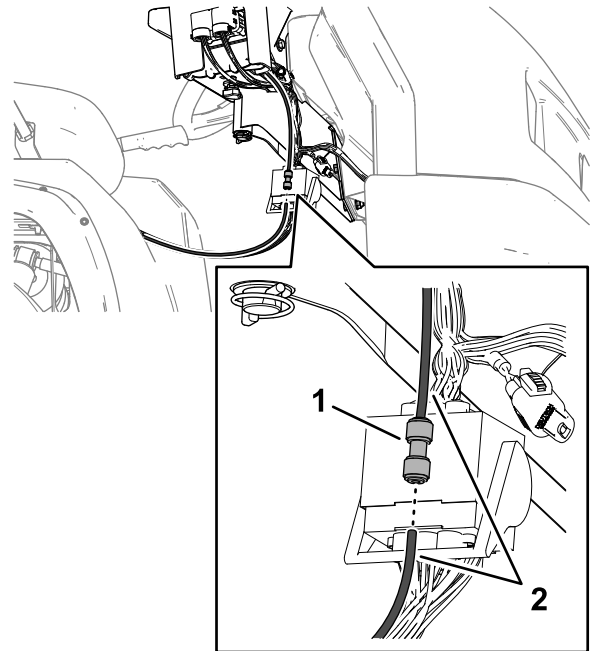

Figura 97
1. Introduceți tubul de detecție a presiunii în fittingul de conectare prin apăsare până când este complet aezat (Figura 97).